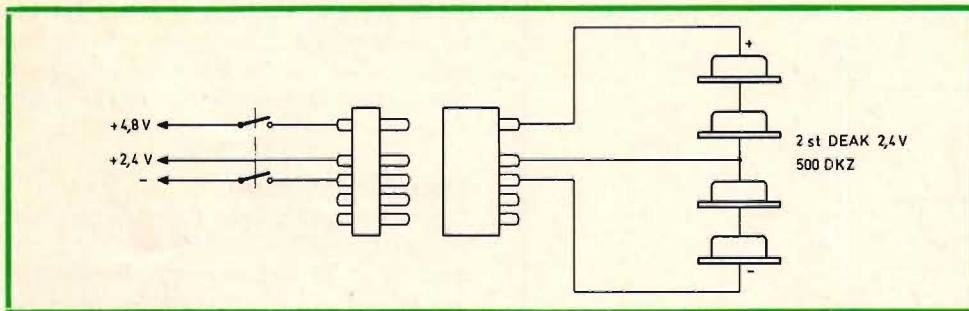

Fig 7. Ackumulatorernas inkoppling.
Mottagaren kopplas till ackumulatorerna på samma sätt som hos enkanalaren (2); se fig 7. Ackumulatorerna bör vara av typen 500 DKZ eller 1000 DKZ. Dessa finns att köpa svetsade två och två med spänningen 2,4 V.